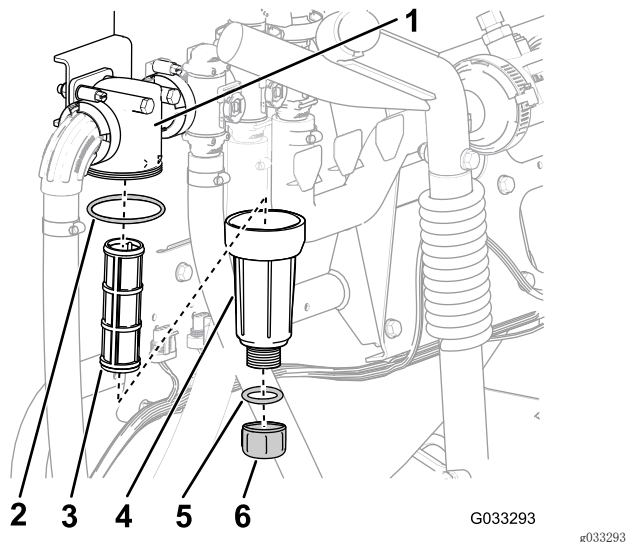

图15
2. 在压力式滤清器下放置一个排放盘（图15）。
3. 逆时针旋转排油盖，然后将其从压力式滤清器的油碗中取出（图15）。
4. 逆时针旋转油碗，然后拆下滤清器头（图15）。
5. 拆下压力式滤清器的滤芯（图15）。
7. 检查排油塞的垫片（在油碗内侧）和油碗的垫片（在滤清器头内侧）是否有磨损和损坏（图15）。
8. 将压力式滤清器滤芯安装到滤清器头中（图15）。
9. 将油碗安装到滤头上，并用手紧固（图15）。
10. 将排油盖安装到油碗底部的接头上，然后用手拧紧排油盖（图15）。